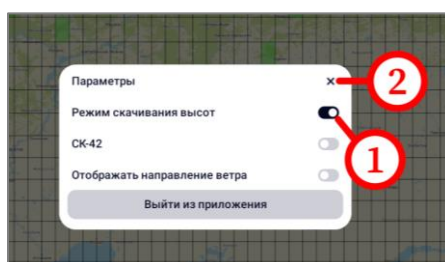

Рисунок 34
- на открывшейся форме нажать на тумблер параметра «Режим скачивания высот» (рисунок 34, шаг 1);
- закрыть форму нажатием кнопки  (рисунок 34, шаг 2);